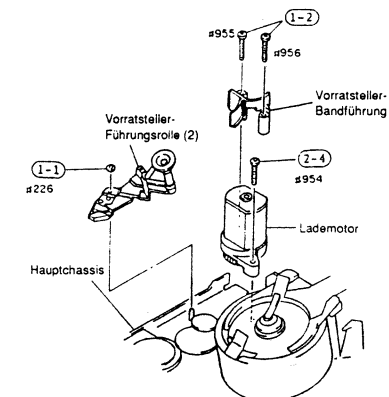

Abb. 2-65
- Eine (1) Scheibe entfernen, mit der die Vorratsteller-Führungsrolle (2) befestigt ist (siehe Abb. 2-65).
- Zwei (2) Befestigungsschrauben der Vorratsteller-Bandführung entfernen.
- Die Vorratsteller-Führungsrolle (2) und die Vorratsteller-Bandführung von dem Hauptchassis entfernen.
- Eine (1) Schraube entfernen und den Lademotor von dem Hauptchassis abnehmen (siehe Abb. 2-65).